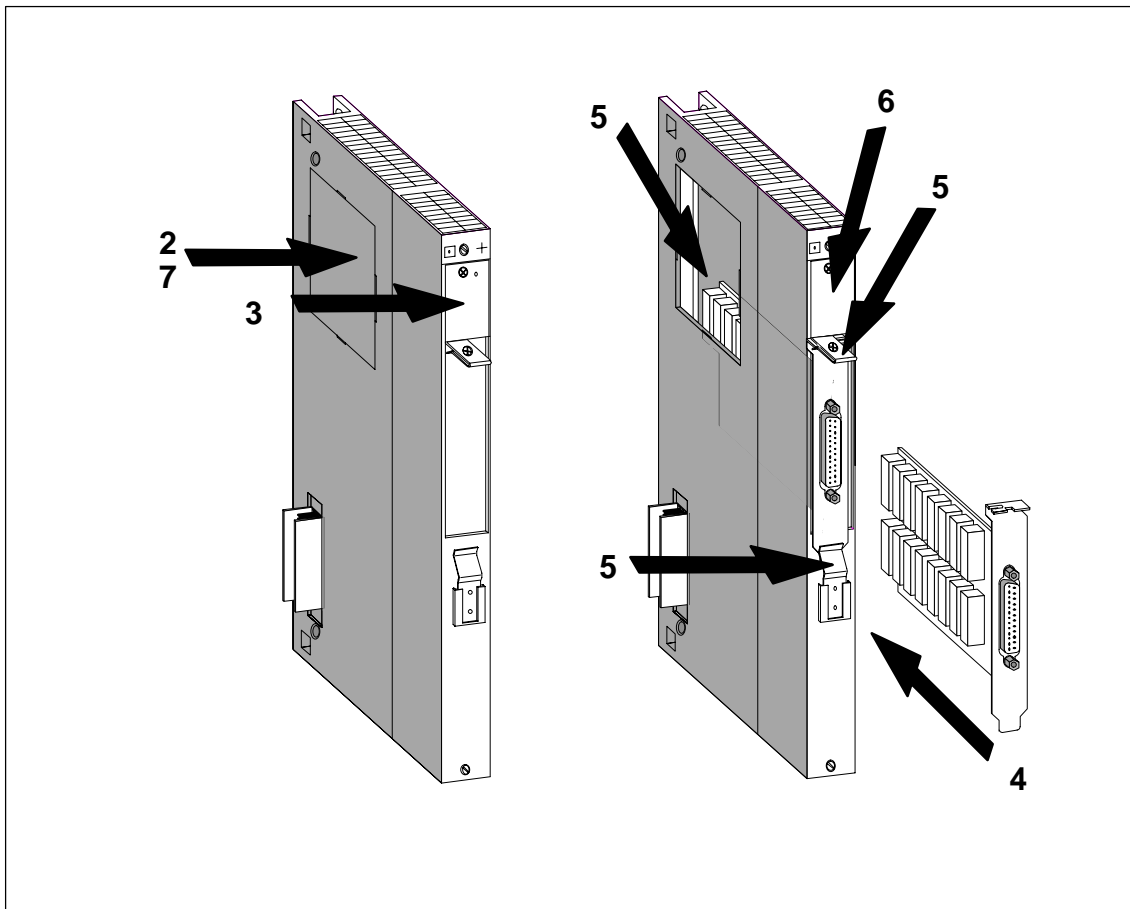

Bild 8-4 Montage einer AT-Karte in die AT-Adapterbaugruppe ATM 478
2. Entfernen Sie auf der linken Seite oben der ATM 478 die Abdeckung (Bild 8-4).
3. Entfernen Sie auf der Frontseite oben der ATM 478 den Haltewinkel für die AT-Baugruppe (Bild 8-4).
4. Führen Sie die AT-Karte von vorne in den Einbauplatz (Bild 8-4).
5. Drücken Sie die AT-Karte durch die seitliche Öffnung und an der Frontseite nach unten in den ISA-Busstecker, bis sie einrastet. Achten Sie darauf, dass das Trägerblech der AT-Karte unter die Metallfeder auf der Frontseite der ATM 478 gleitet (Bild 8-4).